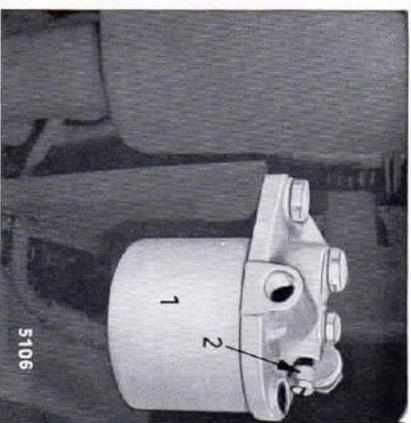

Fig. 15
Pour cela desserrer de deux à trois tours la vis de purge d'air (2) placée sur le haut du filtre à combustible (1) — Figure 15 — jusqu'à ce que le combustible s'en écoule sans bulles d'air.